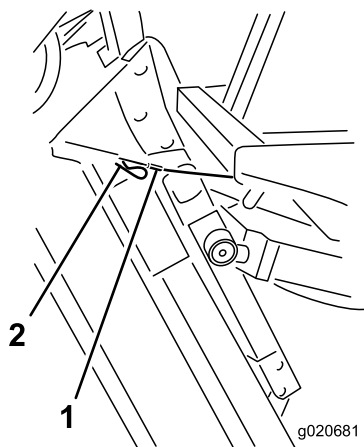

Figura 105
6. Sujetando la carcasa de corte en posición vertical, coloque el extremo del cable sobre el pasador del brazo de elevación de la carcasa y fíjelo con el pasador de horquilla (Figura 105).